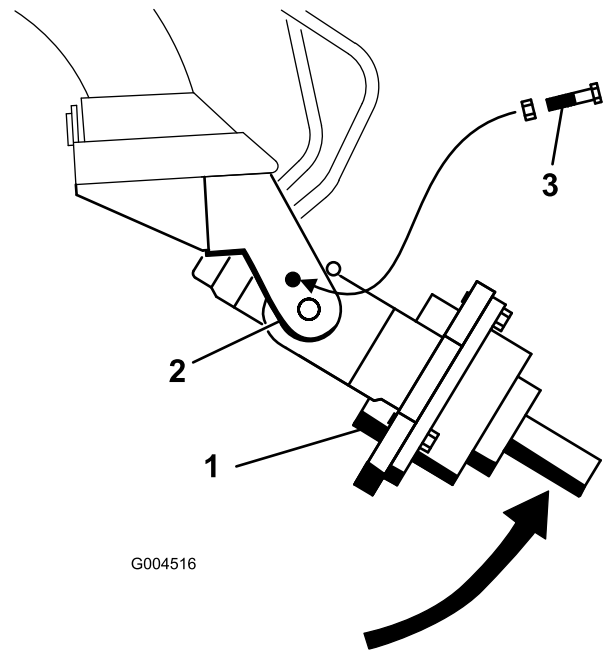

Figura 5
4. Ruotate manualmente la testata motrice della trivella verso l'alto, fino a quando non potete far scorrere un bullone (1/2 x 2-1/2 poll.) nel foro del braccio della base anteriore, fissando la testata motrice. Serrate senza stringere il bullone con un dado flangiato (1/2 poll.) (Figura 5).